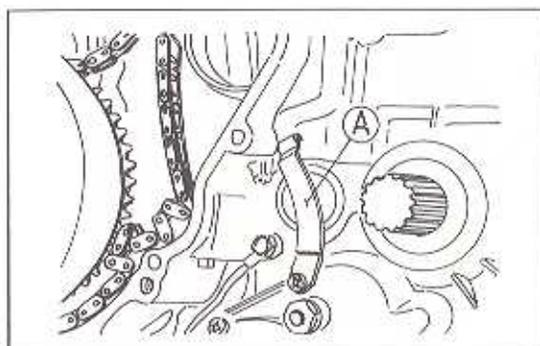

Bild 161
- Den Halter des Abschlussdeckels der Antriebswelle demontieren (Bild 161).